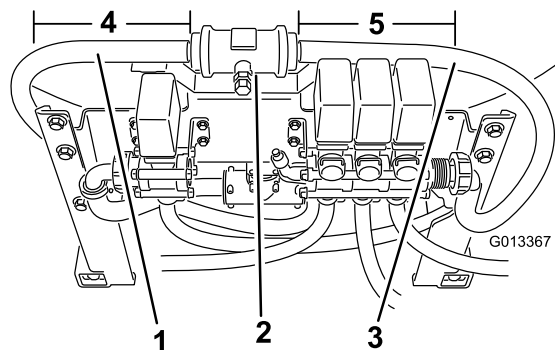

Figura 21
1. Allentate il dado ad alette che fissa l'estremità del flessibile di alimentazione della barra, collegato sul lato destro delle valvole di alimentazione della barra, e scollegate il flessibile (Figura 21).
7. Rimuovete il dispositivo di fissaggio e scollegate il flessibile di alimentazione del flussometro dal raccordo a T. Tagliate il flessibile a 81 cm a sinistra del flussometro (Figura 21). Scartate il tratto di flessibile **non** attaccato al flussometro.